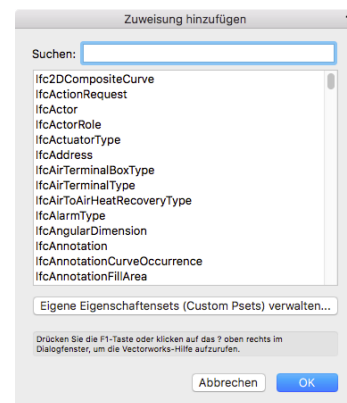

BILD 18
2. Klicken Sie auf **Hinzufügen**. Das Dialogfenster „Zuweisung hinzufügen“ öffnet sich (BILD 18).